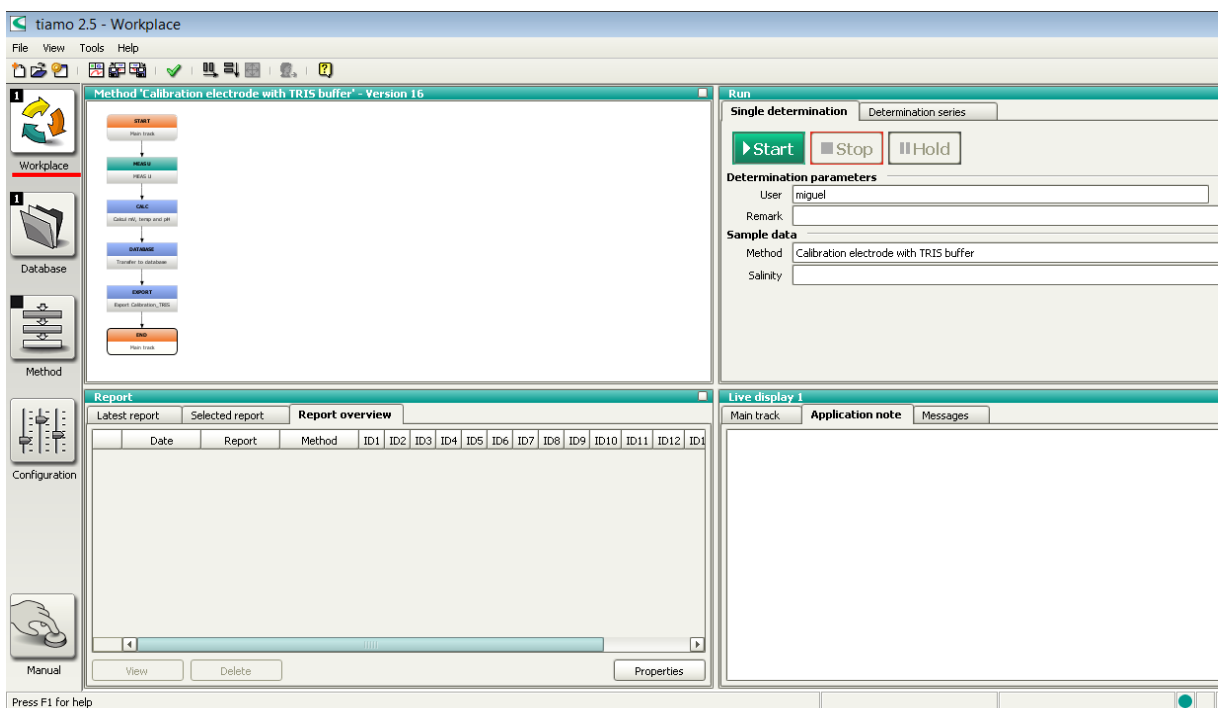

Figura 8: Vista del menú “Workplace” del software Tiamo™ 2.5 con el método “Calibration electrode with TRIS buffer” seleccionado
- b. En el software Tiamo™ 2.5, seleccionar el menú “Workplace”. En la ventana “Run” seleccionar el método “Calibration electrode with TRIS buffer”, ingresar la salinidad de su buffer y presionar “Start” (Figura 8).